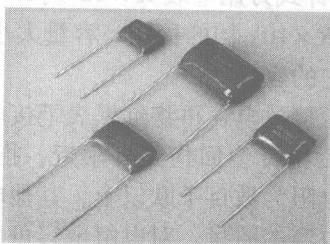

图 1-1-16 聚苯乙烯电容器
4) 聚苯乙烯电容器、聚丙烯薄膜电容器。聚苯乙烯电容器和聚丙烯薄膜电容器具有工作温度高，损耗小，耐压高，绝缘电阻大，而且在很大频率范围内性能稳定，用途广泛等特点。图 1-1-16 所示为常用的聚苯乙烯电容器。